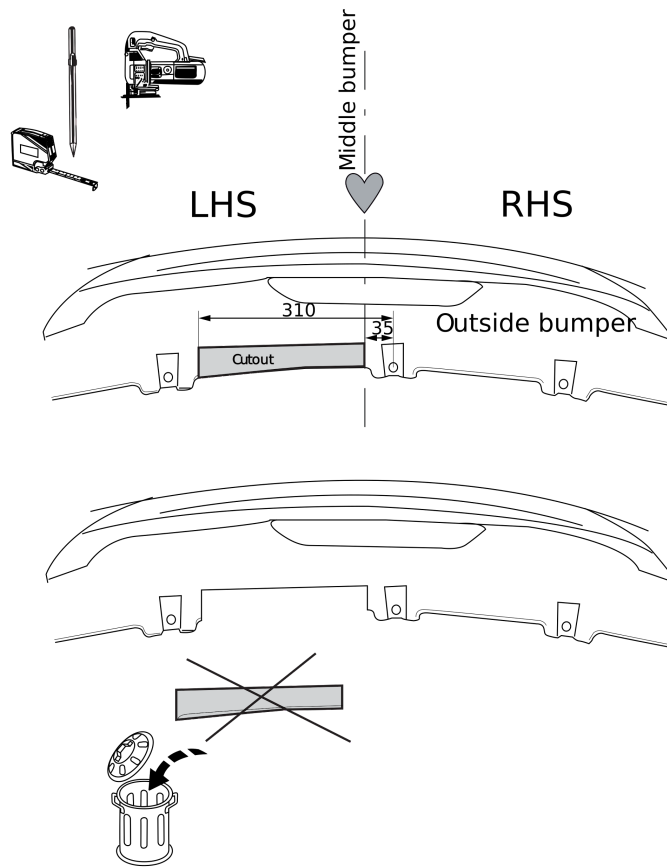

Fig. 4
7. Выпилить обозначенную часть, как указано на рис. 4.